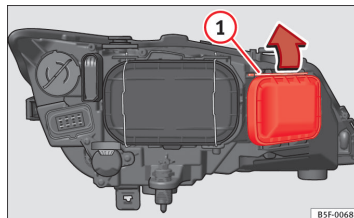

Fig. 138 Lampe feux de route
- Déplacez le tirant ⇒ fig. 138 ① dans le sens de la flèche puis retirez le cache.